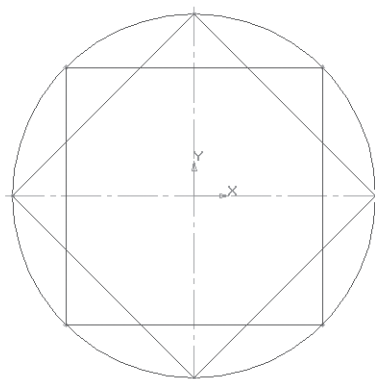

Рис. 73
- соедините точки через одну с помощью непрерывного ввода объекта (рис. 73);